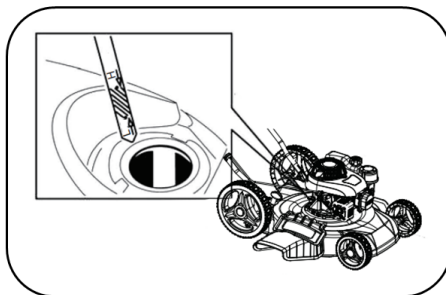

Рис. 6
2. Откройте крышку маслonaливной горловины и извлеките масляный щуп (рис. 6).